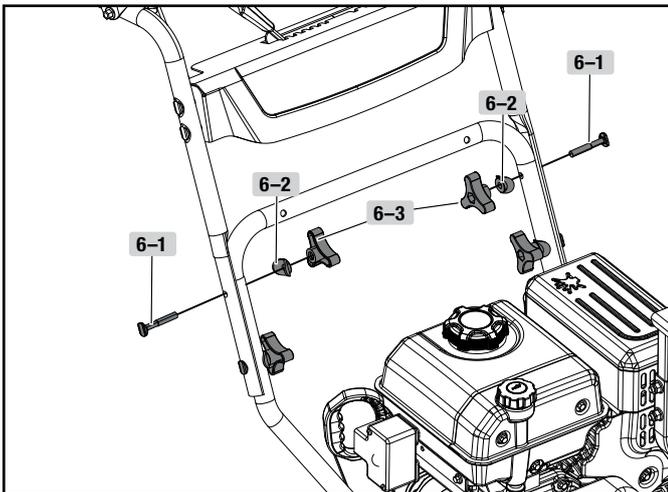

Figure 6
2. Connectez les 2 derniers boulons (6-1), 2 rondelles (6-2) et 2 verrous boutons (6-3) en haut (figure 6). Serrer à la main tous les quatre moulettes de verrouillage.